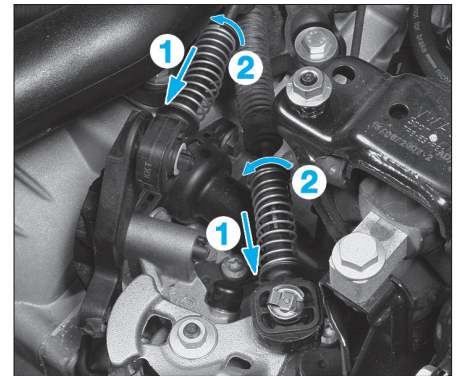

FIG. 32
- Tirer le mécanisme de sûreté sur l'arrêt du câble de commande et du câble de sélection jusqu'en butée vers l'avant dans le sens de la flèche (1), puis le verrouiller vers la gauche dans le sens de la flèche (2) (Fig.32).